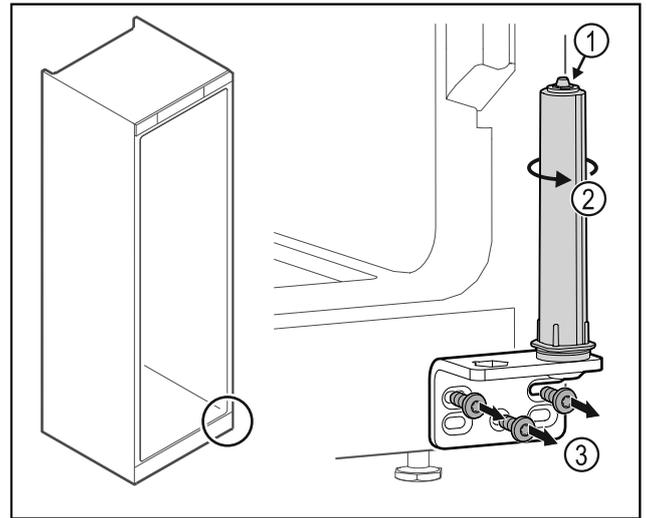

Fig. 25
- ▶ Не розбирати систему закриття дверей Fig. 25 (1).
- ▶ Повертати систему закриття Fig. 25 (2) до клацання.
- ▶ Відкрутити шарнірний кутик Fig. 25 (3).